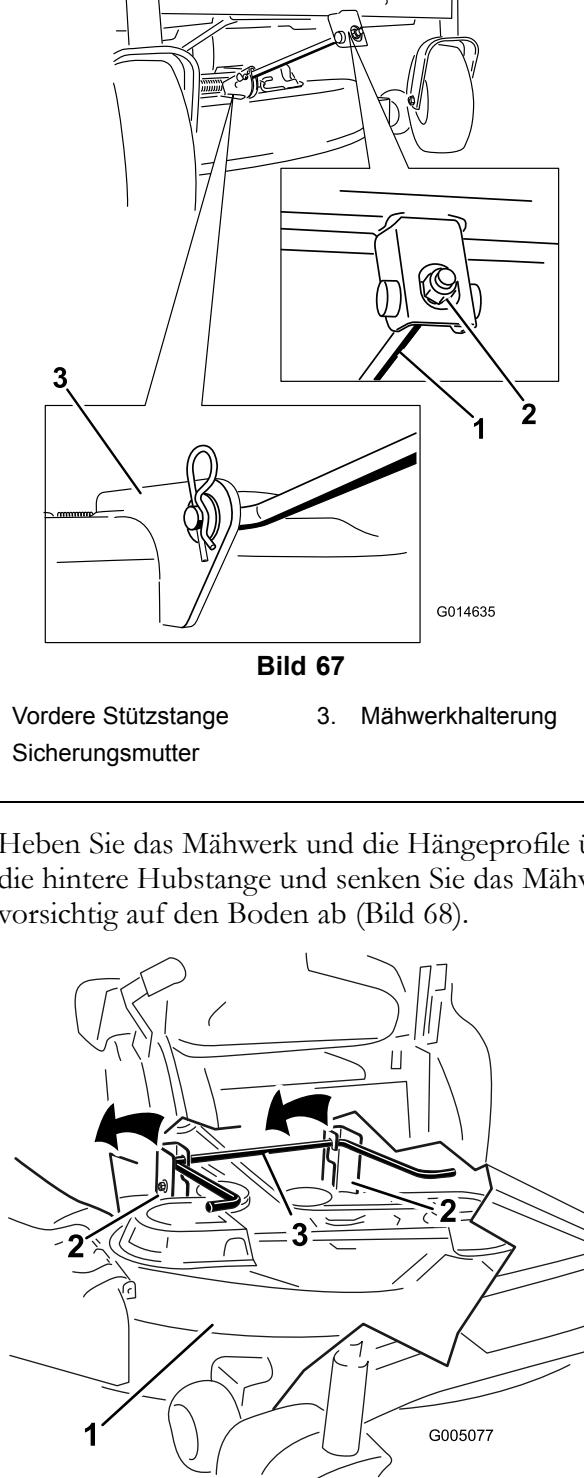

Bild 68
- Heben Sie das Heck des Mähwerks an und führen Sie die Hängeprofile über die hintere Hubstange (Bild 68).